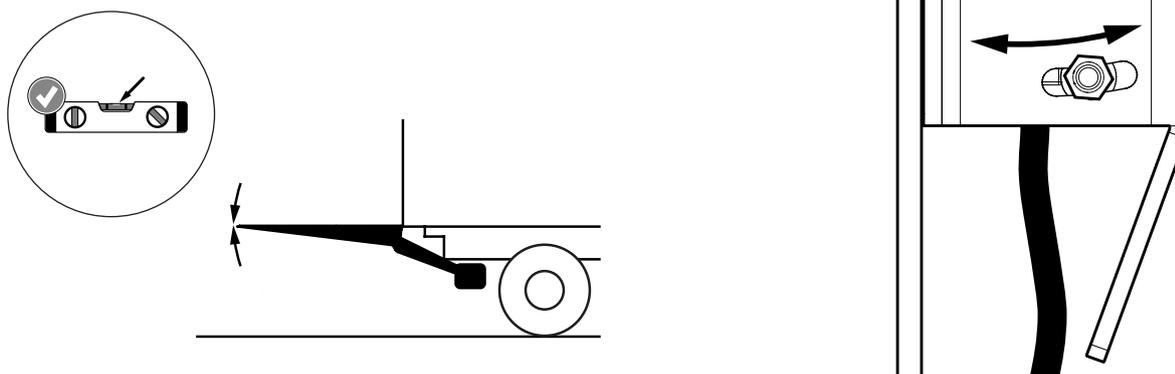

Abb.51. Justieren des Neigungswinkels für die Kippautomatik
1. Lösen Sie die beiden Schrauben, ohne sie zu entfernen, siehe Abb.51.
2. Stellen Sie den Winkelsensor auf den gewünschten Winkel ein, siehe Abb.51.